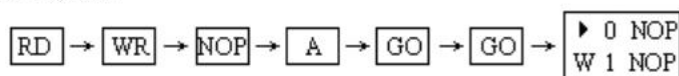

图 4 清零操作顺序
(4) 编程
① 连接 F X-10P-E 手持式编程器与 PLC，置 PLC 的“RUN/STOP”选择开关为 STOP。
② 方式选择：按下“RD/WR”键一次、二次，当液晶显示屏上左边显示 W 时，即可进行编程。
③ 清零：在写入一个新的程序之前，按如下操作步骤，清除 PLC 内存 RAM 的原有内容，操作顺序如图 4 所示。
在写入程序之前, 一般需要将存储器中的原有内容全部清除, 具体操作按图 4 进行。